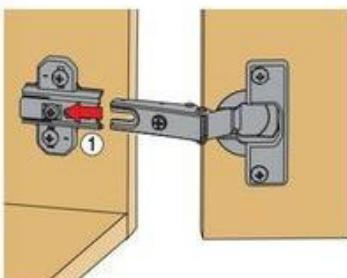

Рис. 4
6. Регулировка высоты опор осуществляется через отверстия в нижнем щите любым из трех инструментов: отвертка шлиц/крест или шестигранный ключ 6мм (рис.4).
8. Установить полки. Установить самоклеящийся демпфер (амортизирующий элемент) на кромку горизонтального щита (87) со стороны ручки. Закрыть видимые стяжки заглушками.